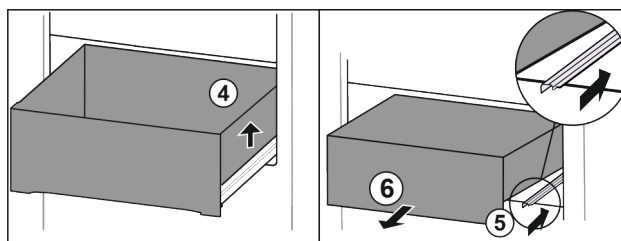

Fig. 22
► Levante el cajón por la derecha. Fig. 22 (4)
► Retraiga la guía derecha. Fig. 22 (5)
► Extraiga el cajón hacia delante. Fig. 22 (6)